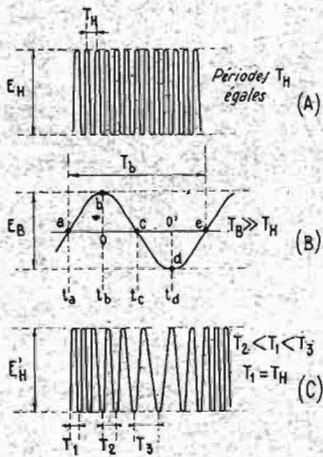

FIG. 1
Lorsque le signal modulant a la forme (B) figure 1, le signal modulé se présente comme en (C) de la même figure.
Considérons les signaux (B) et (C) de la figure 1.
Quel que soit le montage FM, on a toujours affaire à 3 sortes de signaux : le signal HF pur, c'est-à-dire non modulé, le signal modulant pouvant avoir une forme quelconque et, le résultat de la modulation du signal HF par ce signal modulant qui est le signal HF modulé en fréquence, on abrège, signal FM. Ces trois signaux sont indiqués par la figure 1. En A on montre la sinusoïde à périodes très courtes  $T_H$ , avec  $T_H = 1/f_H$ ,  $f$  étant la fréquence du
Cet oscillateur, en l'absence de modulation, fournit un signal sinusoïdal de fréquence  $f_H$  en période  $T_H$  comme ceux des figures 1 A et 2 A.